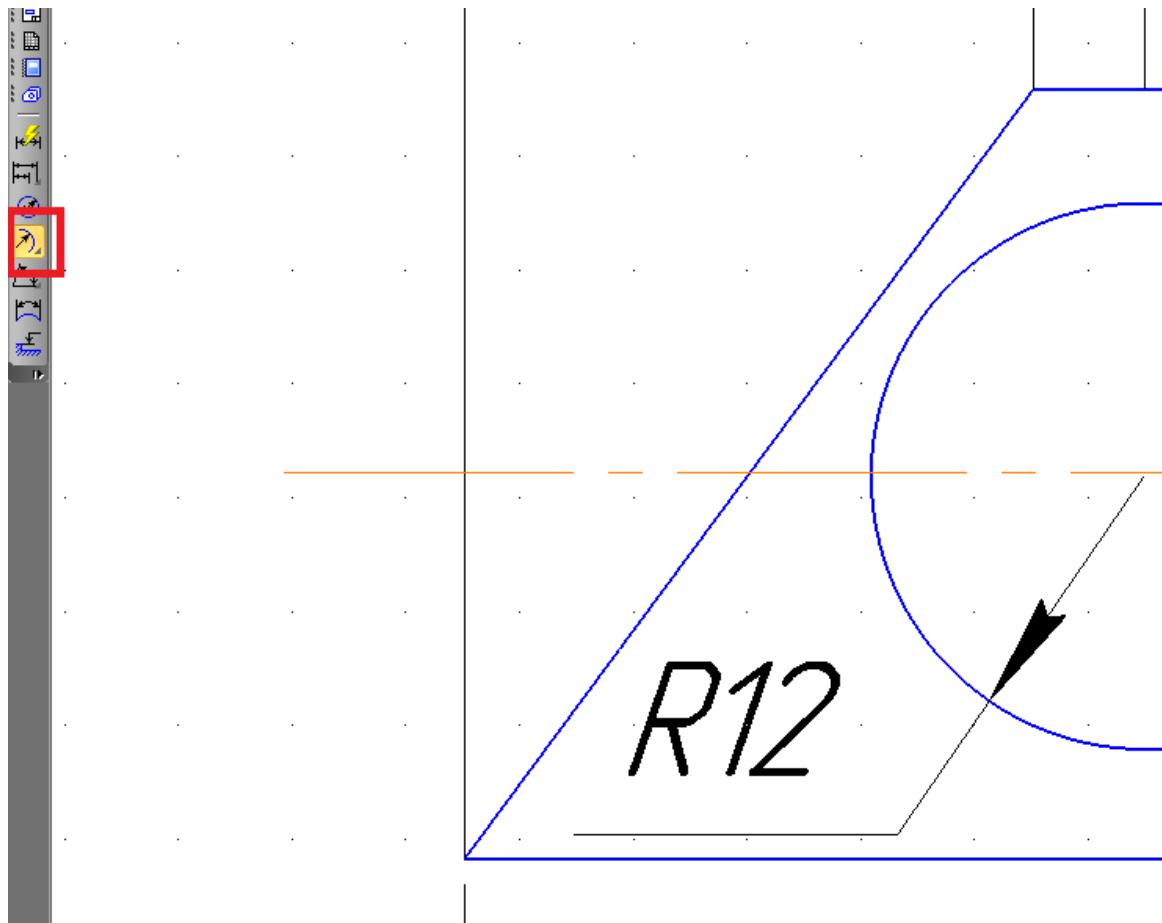

Рис. 3.8: Застосування інструменту “Радіальний розмір”
6. Інструментом “Радіальний розмір” вказуємо розміри дуги. (рис. 3.8).